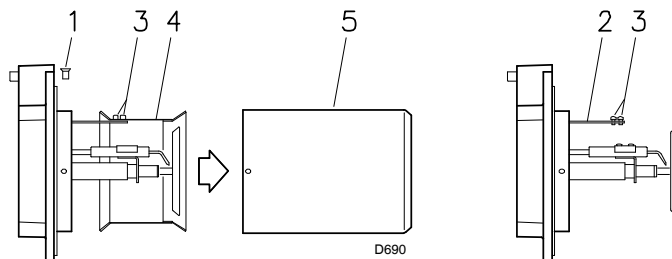

Abb. 12
- Die Schrauben 1) (Abb. 12) lösen und das Flammrohr 5) ausbauen.